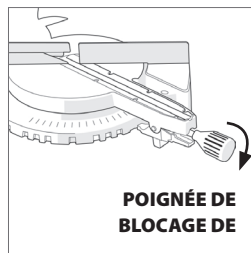

Fig. 3a
- Faites tourner la poignée de blocage de l'onglet dans le sens horaire pour la faire prendre et la faire entrer dans le mécanisme de blocage (**Fig. 3a**).